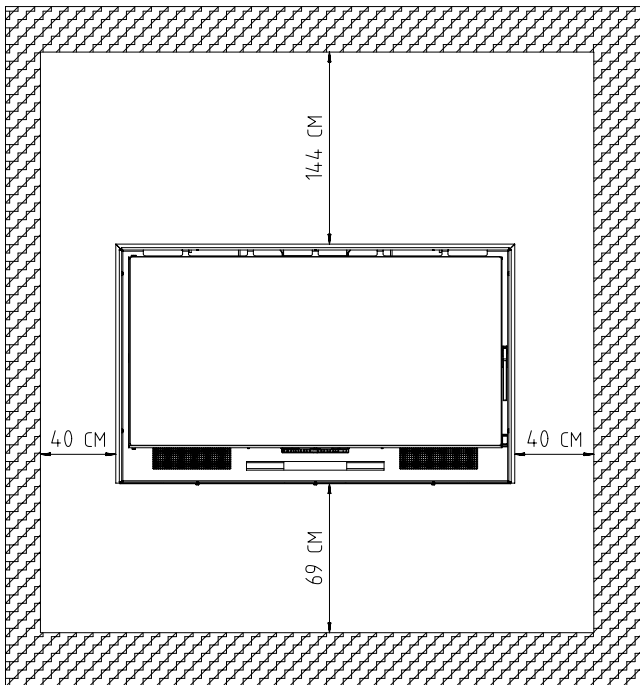

FIG. 14 - distance de sécurité
- Maintenez éloignés tous les matériaux combustibles (meubles, rideaux, vêtements, etc.) à une distance minimum de sécurité de 0,90m. Les distances minimales de sécurité selon les recommandations faites par l'organisme officiel conformément à la norme UNE-EN 13229: 2001 peuvent être trouvés dans la Fig. 14.